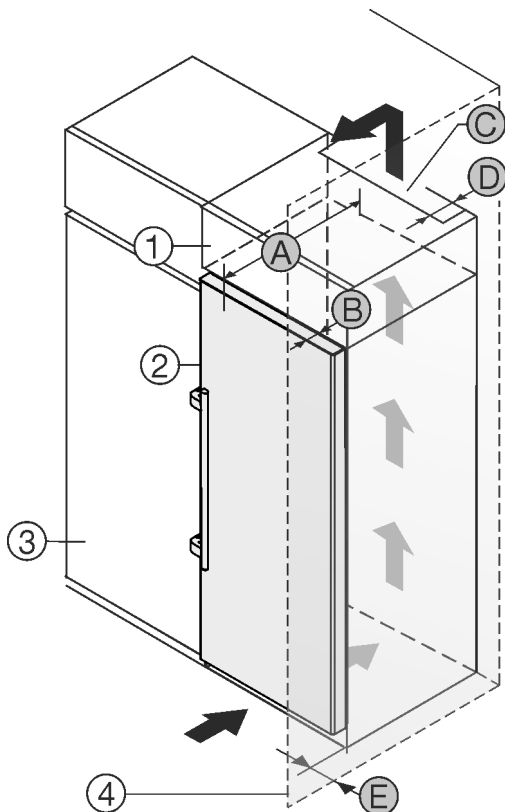

Fig. 2
Můžete přístroj nainstalovat přímo vedle kuchyňské skříňky Fig. 2 (3)*.
Na zadní straně nastavné skříňky musí být větrací šachta hluboká Fig. 2 (D) přes celou šířku nastavné skříňky.*
Pod stropem místnosti musí být dodržen ventilační průřez Fig. 2 (C)*.
Když přístroj instalujete závěsy vedle stěny Fig. 2 (4), musí být vzdálenost mezi přístrojem a stěnou minimálně 57 mm . To odpovídá přesahu madla při otevřených dveřích.*
Aby bylo možné dvířka plně otevřít, musí přístroj přesahovat o hloubku dveří Fig. 2 (B) vůči přední linii kuchyňské skříňky. V závislosti na hloubce kuchyňských skříněk Fig. 2 (3) a použití vymezovačů odstupu od stěny může přístroj vyčnívat dále.*